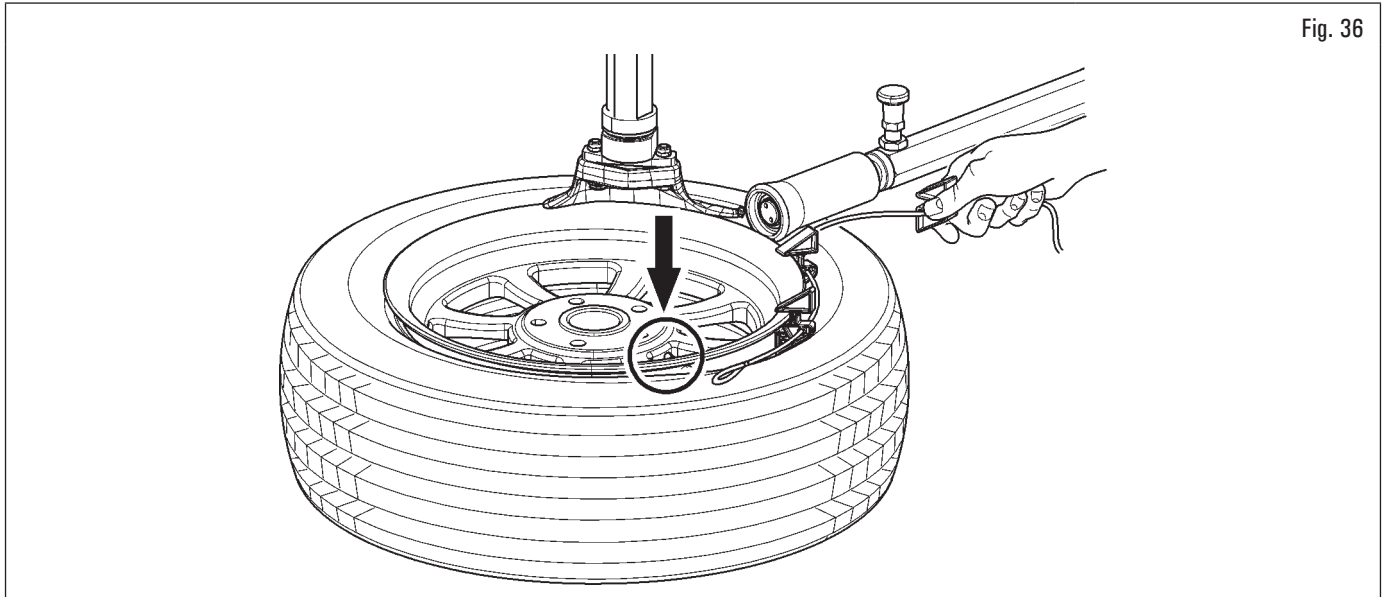

Fig. 36
4. presionando el pedal de rotación, inserte todas las cuñas una a la vez (Fig. 36);